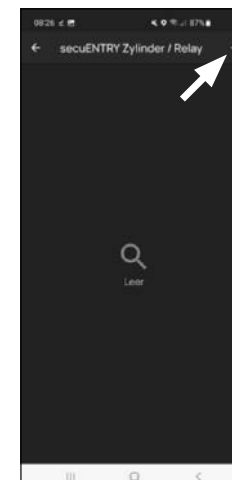

Fig. 2
- ② L'application montre une liste des cylindres déjà enregistrés. Celle-ci est vide lors de la première configuration. Pour configurer un nouveau cylindre, appuyez sur « + » en haut à droite (Fig. 2).